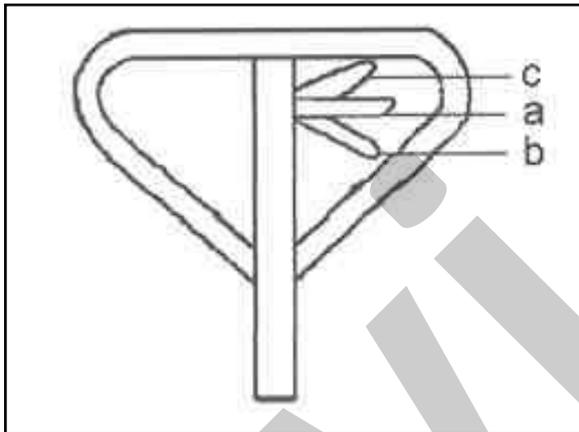
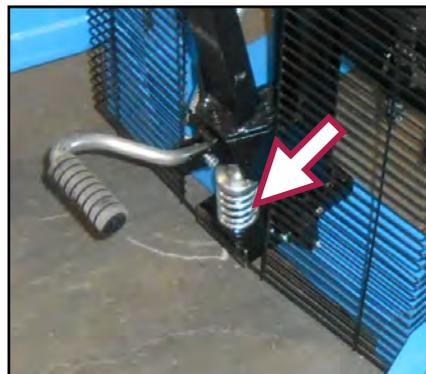
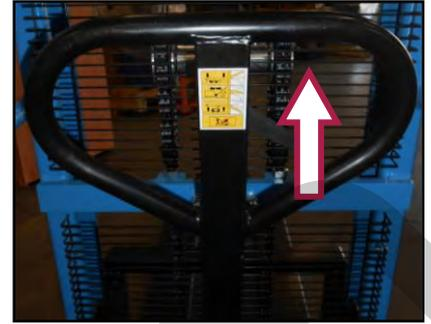

Figura 10 – Dettaglio leva di comando del Transpallet Art. 0143A.
Figura 11 – Dettaglio molla.
Figura 13 – Abbassamento delle forche.
Sul timone del Transpallet, è presente una leva di comando che può essere regolata nelle tre posizioni seguenti (come indicato in Figura 10):
Il ritorno del timone in posizione viene garantito da una molla di richiamo (vedere la Figura 11).
3. Alzare le forche, producendo un movimento di pompaggio del timone, fino **all'altezza** desiderata. A tal proposito, è possibile utilizzare anche il pedale posto alla base del timone stesso (vedere la Figura 11). **Smettere di "pompate" con il timone per arrestare la salita.** Spostare al centro (in posizione a, di trasporto) la leva di comando della salita / discesa delle forche (vedere la Figura 10).
7. Spostare al centro (in posizione a, di trasporto) la leva di comando della salita / discesa delle forche (vedere la Figura 10). Sbloccare il Transpallet rilasciando il freno di stazionamento nel modo descritto al paragrafo 8.4.
9. Abbassare le forche (ed il carico) fino al suolo o fino **all'altezza desiderata** tirando la leva di salita / discesa delle **forche verso l'alto** (in posizione c, vedere la Figura 10 e la Figura 13).